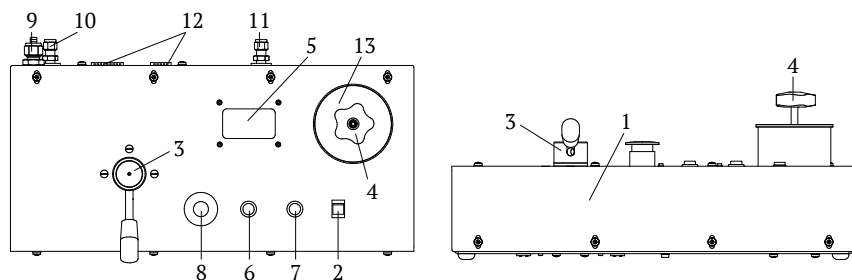

Рис. 2. Внешний вид пульта управления:
4.2 Внешний вид пульта управления показан на рис. 2.
4.7 Пульт управления состоит из корпуса 1 (Рис.2) изготовленного из стального листа и окрашенного порошковой эмалью. На пульте установлены: кнопка включения системы 2, рычаг переключения режимов работы 3, позволяющий переключать систему в режим предварительной накачки и в режим регулирования давления, так же установлен стакан 13 для рабочей жидкости и вентиль сброса давления 4. Информационный дисплей 5 предназначен для отображения текущего и установочно-максимального создаваемого давления системы. Дисплей не является СИ (является индикатором). Кнопки 6 и 7 позволяют в ручную изменить максимальное давление в диапазоне 0...61 МПа. Кнопка 6 служит для понижения установочного давления, а кнопка 7 соответственно для его повышения (при длительном нажатии значение будет изменяться на 1 МПа, при коротком на 0.2 МПа). Кнопка аварийного отключения 8 служит для выключения системы при аварийной ситуации. В пульте управления установлена электронная плата управления, выпускной клапан, шаровый кран с датчиками положения, а сам пульт предназначен для управления всей системой и изменения режимов ее работы.
4.10 Режим предварительного создания давления (определяется положением *рукоятки 3 (Рис. 2)* пульта управления). Данный режим используется для заполнения присоединенных манометров или других гидравлических устройств, рабочей жидкостью, путем сжатия оставшегося в них воздуха. При отклонении джойстика от себя происходит включение движения штока насоса вперед, со скоростью пропорциональной величине отклонения, и рабочая жидкость вытесняется через выпускной клапан в систему и в подключенные манометры или другие устройства. При достижении штоком конечного положения возрастание давления на выходе системы прекращается и он автоматически возвращается в начальное положение (рукоятку джойстика отпускать не нужно) с максимальной скоростью (в этот момент происходит всасывание рабочей жидкости из *стакана 13 (Рис. 2)* в полость насоса через впускной клапан). При достижении штоком начального положения, он автоматически начинает двигаться вперед возобновляя цикл повышения давления со скоростью определяемой положением джойстика. Далее процесс повторяется циклически. Количество циклов зависит от внутреннего объема присоединенных манометров или другого оборудования. При приближении давления в системе к необходимому, необходимо снизить скорость повышения путем уменьшения угла отклонения рукоятки джойстика. Затем полностью остановить поднятие давления отпустив джойстик, после чего происходит автоматический возврат штока в начальное положение. В данном режиме джойстик работает только от себя, т. е. на повышение давления.